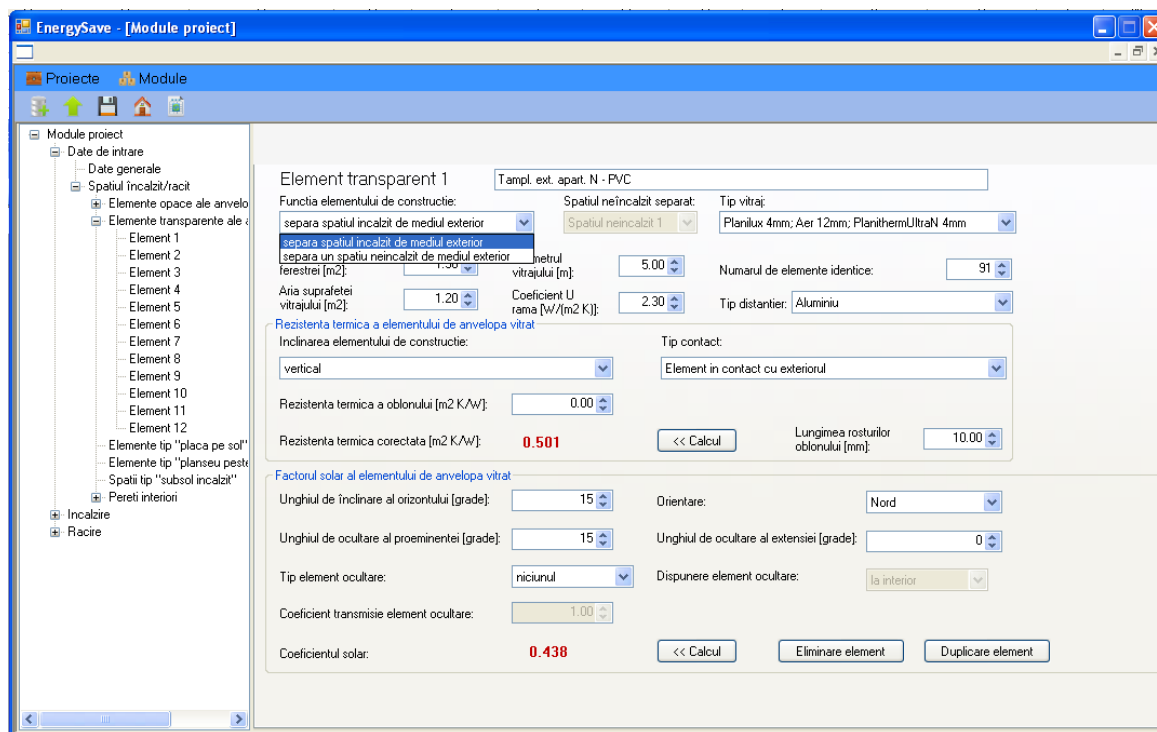

Figura 34. Elementele listei „Functia elementului de constructie”.
Permite alegerea functiei pe care il joaca „Elementul 1” in anvelopa cladirii, din punct de vedere al tipului celor doua spatii pe care le separa (vezi Figura 34).
- Atunci cand se alege „separa spatiul incalzit de mediul exterior” (ca in Figura 34), este inhibate „Spatiu neincalzit separat” – deoarece un astfel de spatiu nu poate fi adiacent „Elementului opac 1” (acestui element ii sunt adiacente numai spatiul incalzit si mediul exterior).